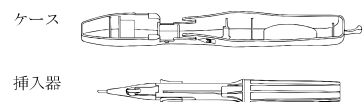

図 5.
⑤ ケースから挿入器を取り外す (図 5.)。取り外し後は直ちに⑥に進むこと。